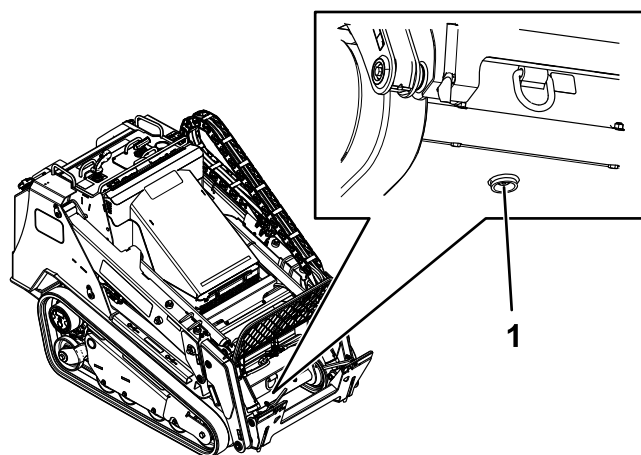

Рисунок 82
6. Разместите большой сливной поддон (емкостью 57 литров) под сливной пробкой в передней части машины (Рисунок 82).
7. Снимите сливную пробку и дайте маслу стечь в поддон (Рисунок 82).